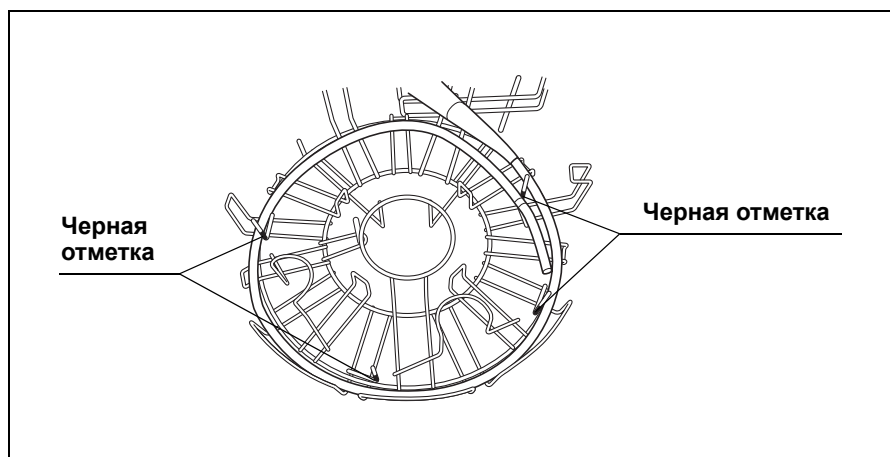

Рис. 4.20
3. Обмотайте вводимую трубку по часовой стрелке по периметру держателя (первый виток вводимой трубки должен располагаться снаружи черных отметок, а второй виток - внутри них) (см. Рис. 4.20).